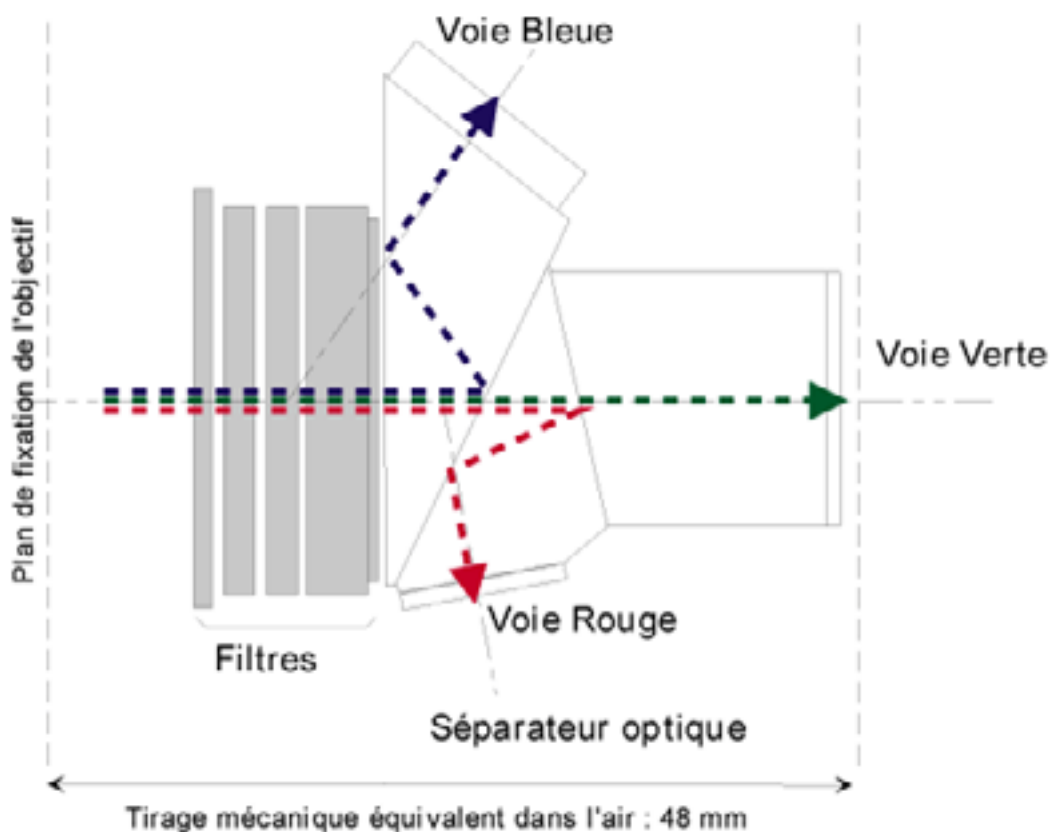
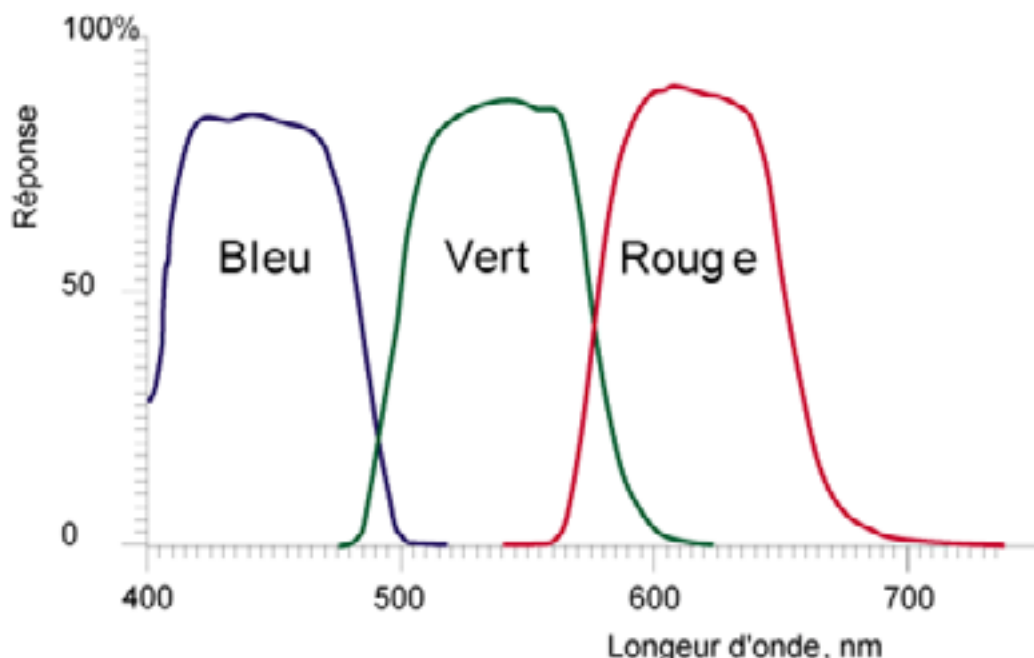

Figure 3 : Séparateur optique
Figure 4 : Filtres d'analyse de la caméra CinéVidéo
Cette adaptation est plus complexe qu'il n'y paraît. Si dans une caméra film l'image est formée sur un support unique, la pellicule, en vidéo il y a un séparateur optique, voir la figure 3, composé de trois prismes avec des filtres dichroïques pour séparer les composantes rouge, verte et bleue de la lumière vers les trois capteurs CCD 2/3". Le tirage mécanique de l'ensemble est équivalent à 48 mm dans l'air, mais représente plus de 60 mm de trajet effectif dans le verre, et les capteurs rouge et bleu sont légèrement décalés de quelques μm . Cette disposition, liée à la difficulté de réaliser des zooms sans aberration chromatique, c'est-à-dire ayant le même plan de mise au point pour toutes les couleurs et toutes les focales, fait l'objet d'une normalisation pour assurer la compatibilité des objectifs entre les différents constructeurs. Pour assembler ce bloc d'analyse avec des objectifs cinéma, il a donc fallu réaliser un adaptateur optique pour permettre une focalisation parfaite sur les trois CCD et une conversion de la taille de l'image. La figure 4 montre les courbes spectrales des filtres de la caméra.
5. Le Matriçage, ou Masking : Ce circuit assure la conversion entre l'espace colorimétrique d'analyse de la caméra, les filtres rouge, vert et bleu placés devant les CCD, représentés figure 4, et les primaires normalisées de la vidéo. Bien que cette conversion soit normalisée, il est avantageux de pouvoir effectuer un réglage personnalisé, soit pour équilibrer parfaitement des caméras entre elles, soit pour des raisons